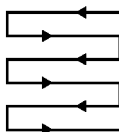

Рис. 26
4. Медленно продвигайте косилку вперед. Возможно, вы захотите воспользоваться функцией привода колёс и заблокировать два передних колеса (16) для облегчения движения вперед.
5. Косить следует немного перекрывающимися рядами. Наиболее эффективным рисунком для стрижки газонов являются прямые линии параллельно одной из сторон. Это позволит сохранить ровные ряды и обеспечит стрижку всего газона без пропусков (рис. 26).